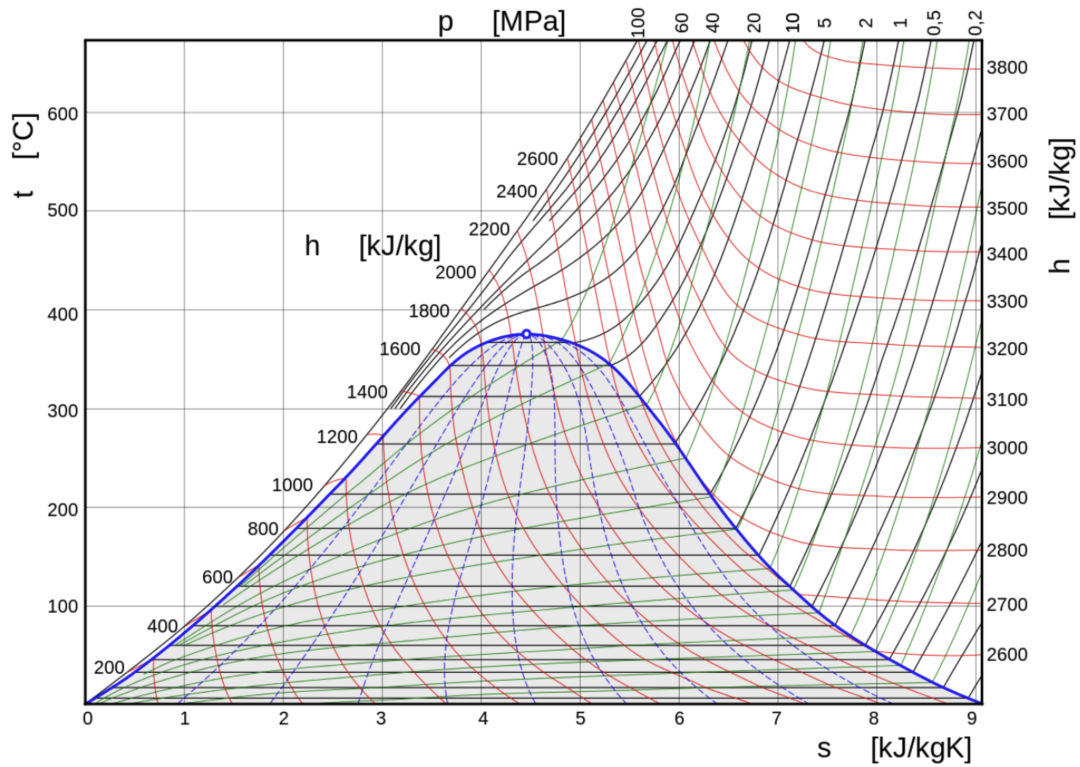

FIGURE 2 – Diagramme T-s de l'eau. Les courbes bleues en pointillés sous la courbe de saturation sont les courbes à titre constant.
9. En utilisant le diagramme T-s de l'eau (voir Figure 2), déterminez la valeur d'enthalpie massique de l'eau à 100 bar dans un état de vapeur humide avec titre 60% :